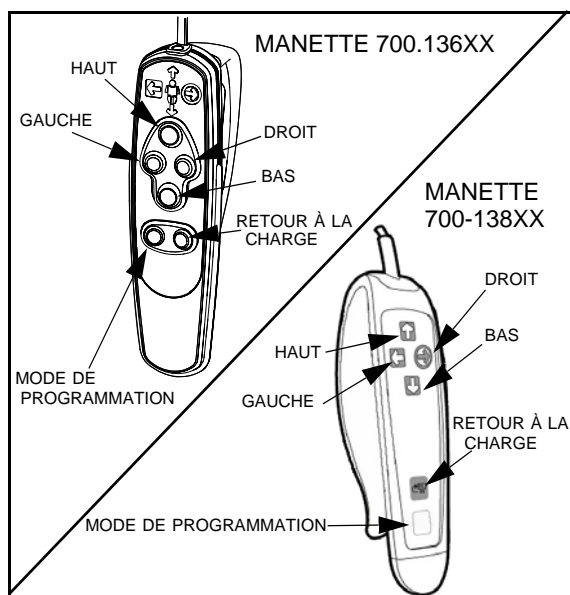

Fig. 5
La manette du V4 permet de faire fonctionner le lève-personne. Chaque fonction est illustrée à la Fig. 5. Les boutons HAUT et BAS servent à monter et descendre la traverse. Avec un modèle à quatre fonctions, les boutons DROIT et GAUCHE sont utilisés pour activer le moteur latéral servant à déplacer le lève-personne le long du rail. Si vous avez le modèle à deux fonctions, les boutons DROIT et GAUCHE ne fonctionnent pas. Le lève-personne doit être déplacé manuellement.
Le bouton MODE DE PROGRAMMATION vous permet de modifier les fonctions du lève-personne (voir Fig. 5). Consultez la section « Programmation du V4 » pour obtenir plus d'informations.
- 2) Déplacez le lève-personne sur rail jusqu'à ce qu'il se trouve exactement au-dessus du patient. Pour un modèle à quatre fonctions, utilisez les boutons GAUCHE et DROIT de la manette (voir Fig. 5). Avec un modèle à deux fonctions, tenez la traverse du lève-personne et faites-la simplement glisser le long du rail;